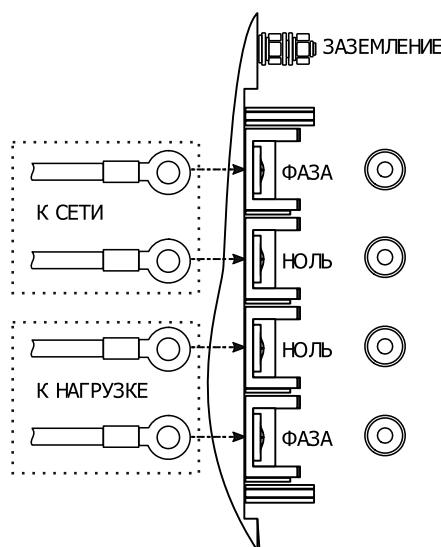

рис.4.2.1
Подключение изделия (рис.4.2.1) производить в следующей последовательности:
- подключить провода нагрузки и сети к клеммной колодке в соответствии с назначением и фазировкой (см. рис. 4.2.1);